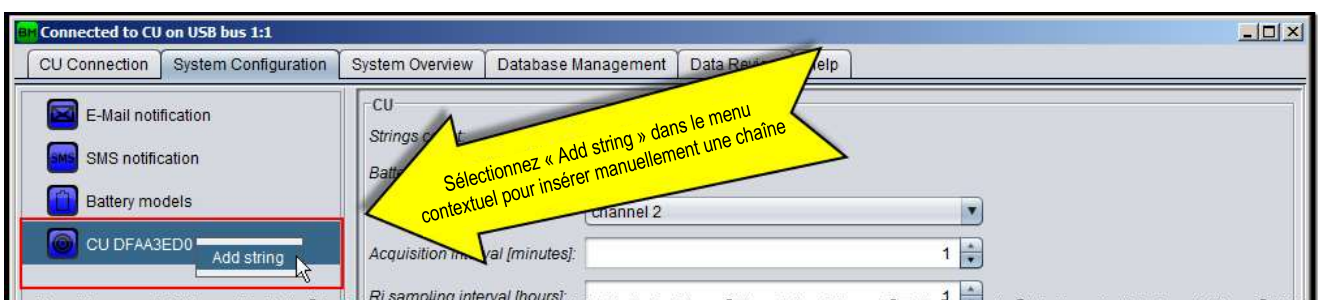

Figure 26 : Ajout manuel d'une chaîne
1. Cliquez avec le bouton droit sur l'icône de l'UC pour ouvrir le menu contextuel et sélectionnez « **Add string** » (Ajouter une chaîne) comme illustré à la Figure 26.